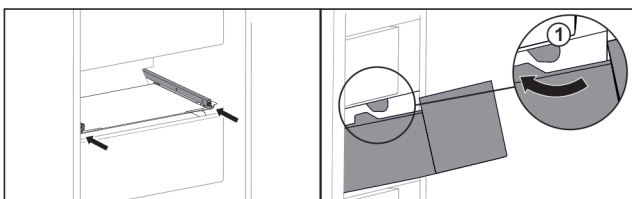

Fig. 160
- ▶ Обвести висувний ящик навколо стопора Fig. 160 (1).